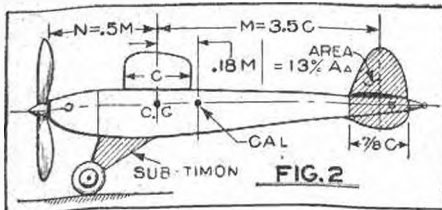

FIG. 2
de tracción, equilibrando de esta manera el área lateral superior representada por el diedro visto de costado. Fig. 2. Este procedimiento tiende a centralizar todas las fuerzas que provocan disturbios en vuelo, y como consecuencia se tendrán vuelos aerodinámicamente más eficientes y al mismo tiempo se conseguirá mayor estabilidad. Se efectuarán entonces los siguientes pasos:
En esta fórmula, T es igual al área de timón que se busca, A el área del ala, E la envergadura, D el diámetro de la hélice, P el paso de la hélice, N la distancia entre el centro de la cuerda del ala y la cara posterior de la hélice, M la distancia entre el centro de la cuerda del ala y el centro del timón. (Figs. 2 y 3.) Esta fórmula se aplica únicamente para modelos de hélice tractora.
3) Agréguese superficie lateral cerca del C.G. en cantidad suficiente como para adelantar al C.A.L., hasta que esté a no más del 18 % de M. del C. G. (Fig. 2)